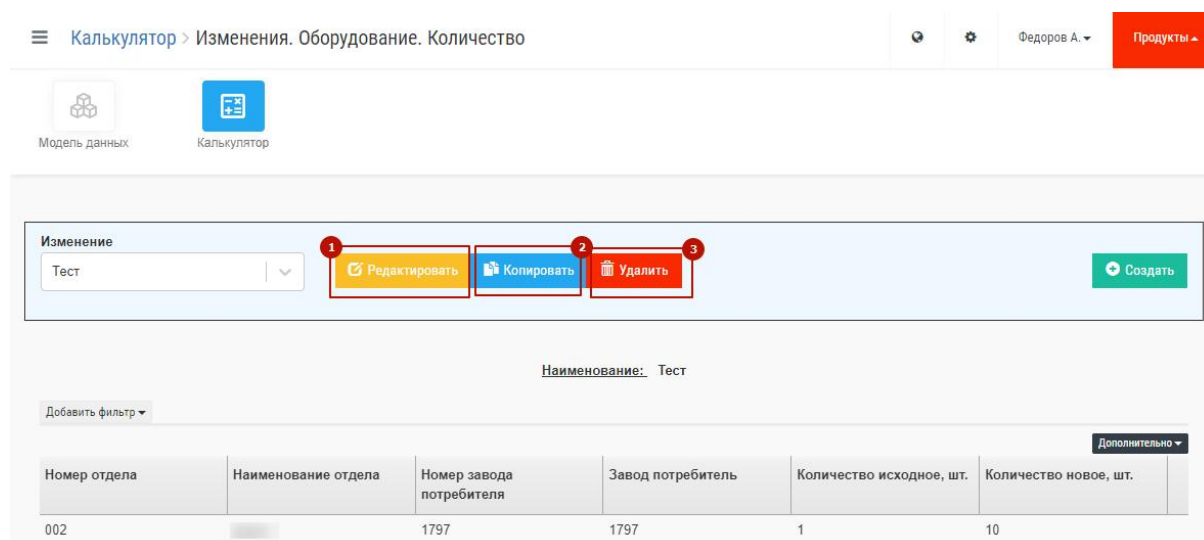

Рис. 45 – Редактирование изменения
После сохранения сформированного изменения введенные данные появятся в строках в таблице, пример показан на Рис. 45.
- **Редактировать** текущее изменение в части наименования изменения, добавления изменений по количеству оборудования, редактирования введенных изменений. Для входа в режим редактирования нужно нажать кнопку «Редактировать», внести требуемые изменения и затем нажать кнопку «Сохранить» (1 на Рис. 45);
- **Копировать** текущее изменение. Для копирования изменения необходимо нажать кнопку «Копировать», после чего появится новое изменение у которого имя будет заканчиваться на «Копия_0» (2 на Рис. 45);
- **Удалить** текущее изменение. Для удаления изменения необходимо нажать кнопку «Удалить» (3 на Рис. 45). Текущее изменение будет удалено без возможности восстановления.